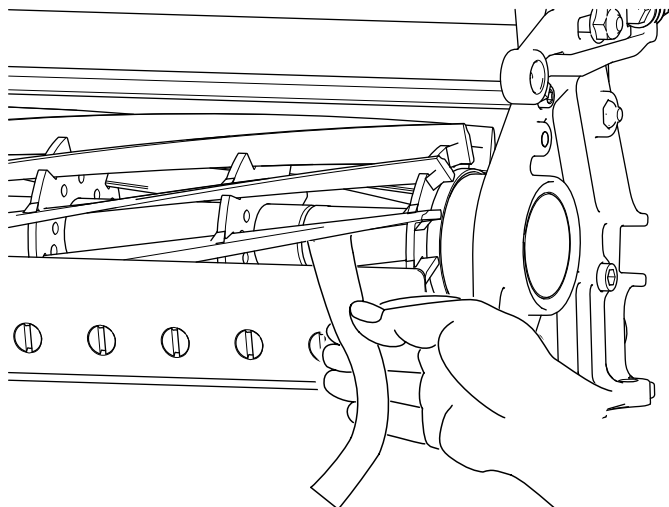

Figura 8
- B. Inserte una tira larga de papel para comprobar el rendimiento del corte (Pieza Toro N.º 125-5610) entre el molinete y la contracuchilla, perpendicular a la contracuchilla (Figura 8) y, a continuación, gire **lentamente** el molinete hacia delante; deberá cortar el papel; de lo contrario, repita los pasos A y B hasta que corte.
11. Inserte una tira larga de papel para comprobar el rendimiento del corte (Pieza Toro N.º 125-5610) entre el molinete y la contracuchilla, perpendicular a la contracuchilla (Figura 8) y, a continuación, gire **lentamente** el molinete hacia delante; deberá cortar el papel; de lo contrario, gire 1 clic cada tornillo de ajuste de la barra de asiento en el sentido de las agujas del reloj, hasta que corte el papel.